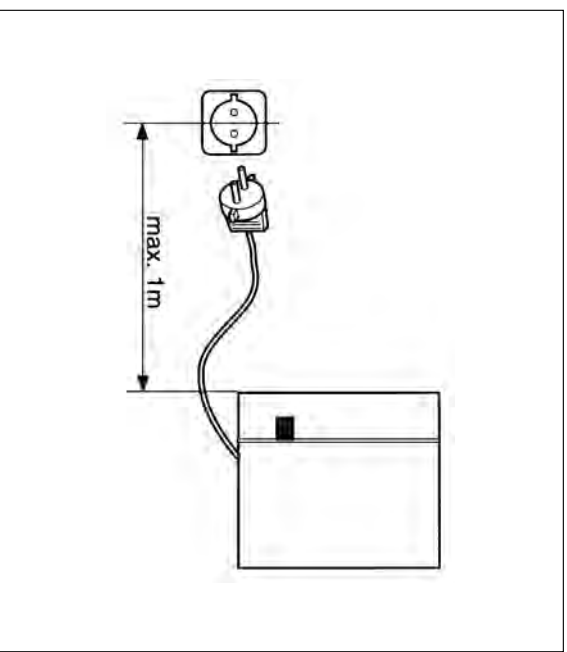

Fig. 21
- Effettuare il collegamento della caldaia alla tensione di rete 230V/50 Hz tramite l'apposito cavo (fig. 21) in modo stabile e sicuro. Nessun altro punto della caldaia dovrà essere collegato alla rete.